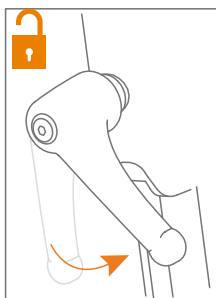
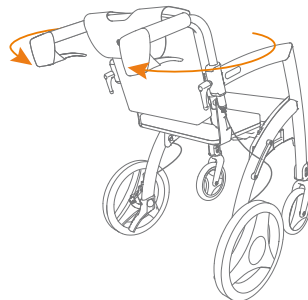
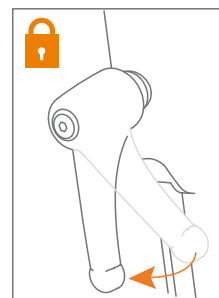

Abbildung 36: Lösen Sie die Einstellgriffe.
Abbildung 37: Drehen Sie die Griffe.
Abbildung 38: Ziehen Sie die Einstellgriffe fest.
- Lösen Sie die Einstellgriffe gegen den Uhrzeigersinn (**Abbildung 36**) und drehen Sie die Griffe außenherum, bis sie nach hinten zeigen (**Abbildung 37**). Stellen Sie die Höhe für die Person ein, die den elektrischen Rollstuhl schiebt, und drehen Sie die Einstellgriffe im Uhrzeigersinn, um sie zu fixieren (**Abbildung 38**). Siehe **Höhe einstellen für die richtige Haltung**.